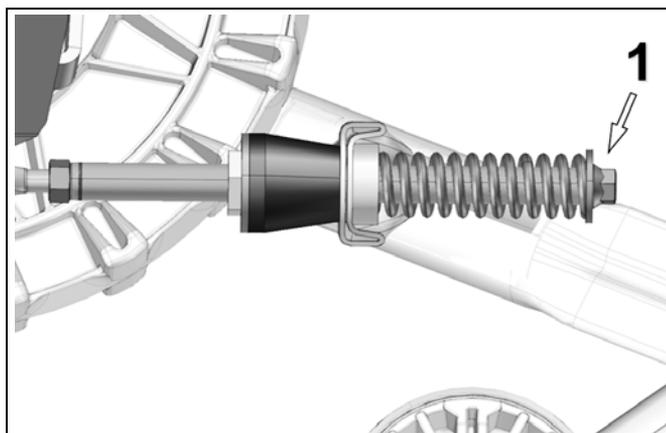

Abbildung 4
- Überprüfen Sie, dass die Schraube der Feder-Baugruppe mit dem empfohlenen Drehmoment von [40 Nm] (1) angezogen ist und dass die Teile des Stabilisierungsarms in der richtigen Reihenfolge montiert wurden. Siehe Abbildung 4.